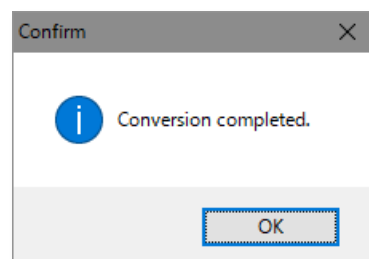

図 6.13 完了ダイアログ
- (6) 変換処理が完了するとダイアログが表示されます。(図 6.13)